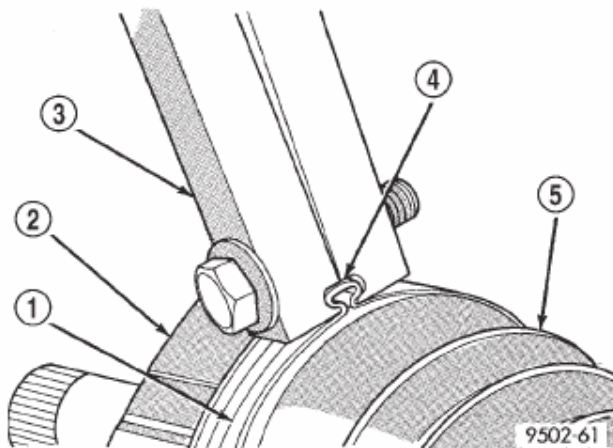

Fig. 38 Abrazadera de retención de la funda fuelle sellante instalada
- Apriete la tuerca de la herramienta de plegado C-4975-A hasta que las mandíbulas de la herramienta estén completamente cerradas, una contra la otra (Fig. 38).